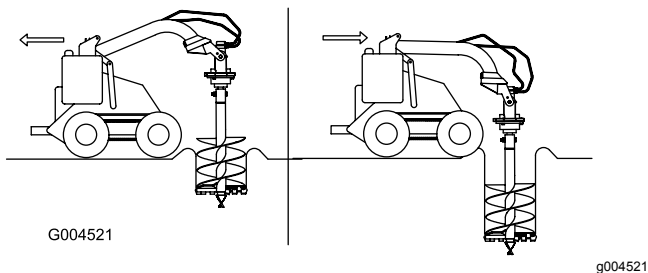

Figure 10
6. Abaissez la tarière lentement à mesure que le sol est ameubli. À mesure que vous creusez, avancez ou reculez la machine de manière à maintenir la tarière verticale (Figure 10).